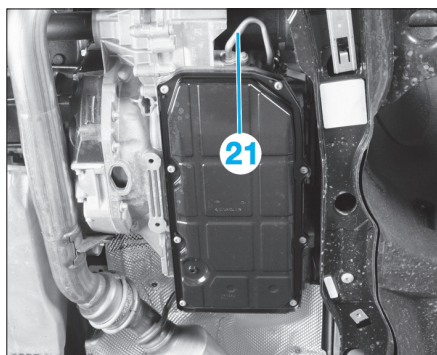

FIG. 21
- **Avec boîte de vitesses automatique**, déposer la conduite (21) (Fig.21).